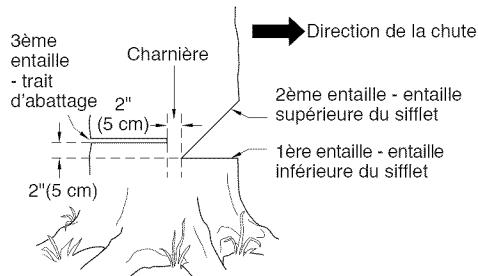

Figure 8 - Abattage d'un arbre
Un sifflet d'abattage correctement placé permet de déterminer la direction de la chute de l'arbre. Placer le sifflet d'abattage du côté de l'arbre où l'on veut qu'il tombe. (Voir la Figure 8.) Procéder de la façon suivante pour faire le sifflet.
1. Faire l'entaille inférieure aussi près du sol que possible. Tenir la tronçonneuse de manière à ce que la guide-chaîne soit horizontale. Tailler sur 1/3 du diamètre du tronc d'arbre. (Voir la Figure 8.)
Exemple : Si l'entaille inférieure a 20 cm (8 po) de profondeur, commencer l'entaille supérieure à 20 cm au-dessus de cette dernière. Scier vers le bas à un angle de 45°. L'entaille supérieure doit rencontrer l'extrémité de l'entaille inférieure. (Voir la Figure 8)
1. De l'autre côté de l'arbre, faire le trait d'abattage à 5 cm (2 po) au-dessus de l'entaille inférieure du sifflet. (Voir la Figure 8). Faire le trait parallèle à l'entaille inférieure.
AVERTISSEMENT : Ne pas scier l'arbre complètement. Laisser environ 5 cm (2 po) de bois non scié directement derrière le sifflet d'abattage. (Voir la Figure 8) Cette partie non sciée sert de charnière. La charnière empêche l'arbre de se tordre et de tomber dans la mauvaise direction.